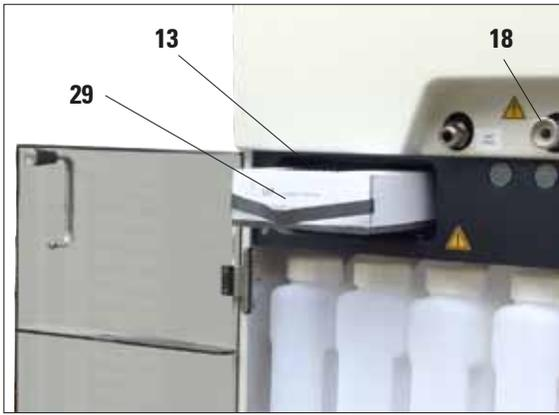

Abb. 5
- Den Aktivkohlefilter (13) auspacken und einsetzen. (siehe Abb. 5).
Beim Einstecken in die Auslassöffnung (Abb. 5/6, 18) muss das Anschluss-Stück (28) des Schlauches deutlich hörbar einrasten.